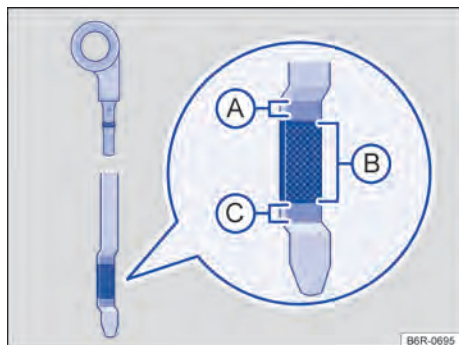

Fig. 191 Varilla de medición del aceite con marca de nivel de aceite del motor. ▶
En caso de alta demanda del motor, el nivel del aceite del motor debe estar lo más cerca posible del nivel → fig. 191 (A), sin sobrepasarse, como, por ejemplo, en viajes largos en carreteras durante el verano o durante travesías de montañas. ◀
Leyenda para → fig. 191:
7. Retirar nuevamente la varilla del nivel de aceite y leer el nivel del aceite del motor en la varilla de medición → fig. 191 de la siguiente manera:
- (A): **no** agregar aceite → ⓘ. Continuar con la etapa 16.
- (B): nivel de aceite correcto. Se puede agregar aceite (aproximadamente 0,5 l). Continuar con la etapa 8 o 16.
- (C): agregar **obligatoriamente** aceite recomendado manteniendo el nivel dentro de la zona (B). Continuar con la etapa 8.
13. Una vez finalizado el proceso de la reposición de aceite, el nivel del aceite del motor debe estar, al menos, en el medio del nivel → fig. 191 (B), pero jamás por encima del nivel (A) → ⓘ.
14. Si, por descuido, se ha completado exceso de aceite del motor y si, después de esto, el nivel del aceite se encuentra por arriba de la franja → fig. 191 (A), **no arranque el motor**. Buscar un Concesionario Volkswagen o una empresa especializada.
- No arranque el motor si el nivel de aceite del motor está por encima del nivel → fig. 191 . Buscar un Concesionario Volkswagen o una empresa especializada. De lo contrario, ¡pueden dañarse el catalizador y el motor!
En ninguna circunstancia el nivel de aceite del motor debe sobrepasar el área → fig. 191 . Con el nivel por encima de esta área, el sistema de escape puede extraer el aceite a través de la ventilación del cárter y lanzarlo a la atmósfera. Además, el aceite puede quemarse en el interior del catalizador, dañándolo.